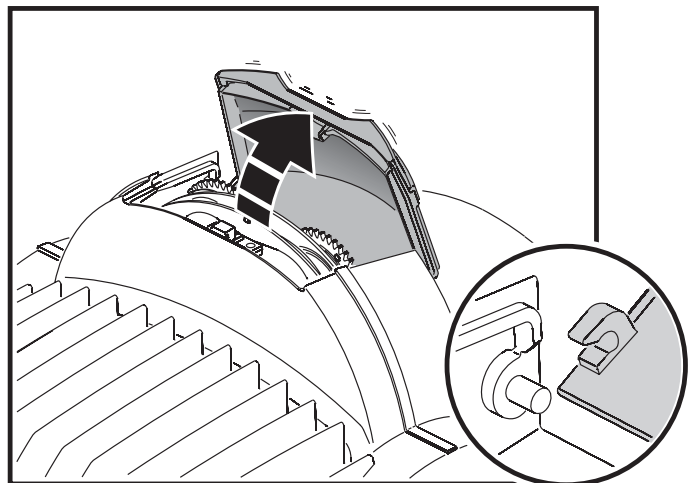

Bild 14: Abdeckklappe der Effekte
Die Abdeckklappe (siehe Bild 14) ermöglicht Ihnen den schnellen Zugriff auf die Gobos und Farbfilter des smartMAC.
2. Siehe Bild 14. Öffnen Sie die Abdeckung der Effekte.